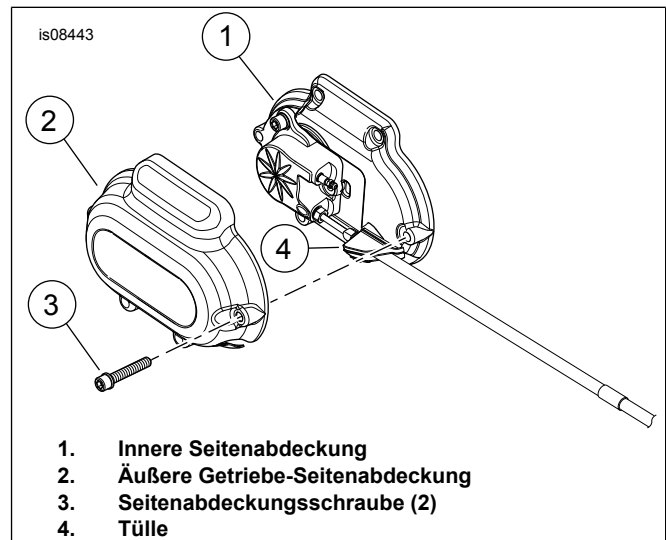

Abbildung 1. Getriebe-Seitenabdeckungen
4. Siehe Abbildung 1 >. Die äußere Getriebeseitenabdeckung (2) entfernen.